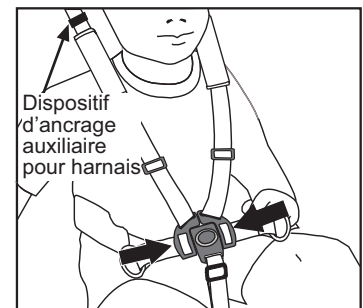

Fig. 18 Attacher la boucle de sangle d'entrejambe
c. Attacher les sangles des épaules. Faire passer les deux boucles de sangles d'épaule dans la boucle de la sangle d'entrejambe (Fig.18).
NOTE: Pour les passagers les plus lourds et (ou) les plus grands (près des limites ci-dessus), des dispositifs d'ancrage auxiliaires pour harnais peuvent être utilisés. Il suffit de déplier le dispositif d'ancrage velcro (Fig. 18), de glisser les boucles du dispositif de verrouillage au-dessus des dispositifs d'ancrage et de recoller le velcro afin de tenir les boucles du dispositif de verrouillage en place.